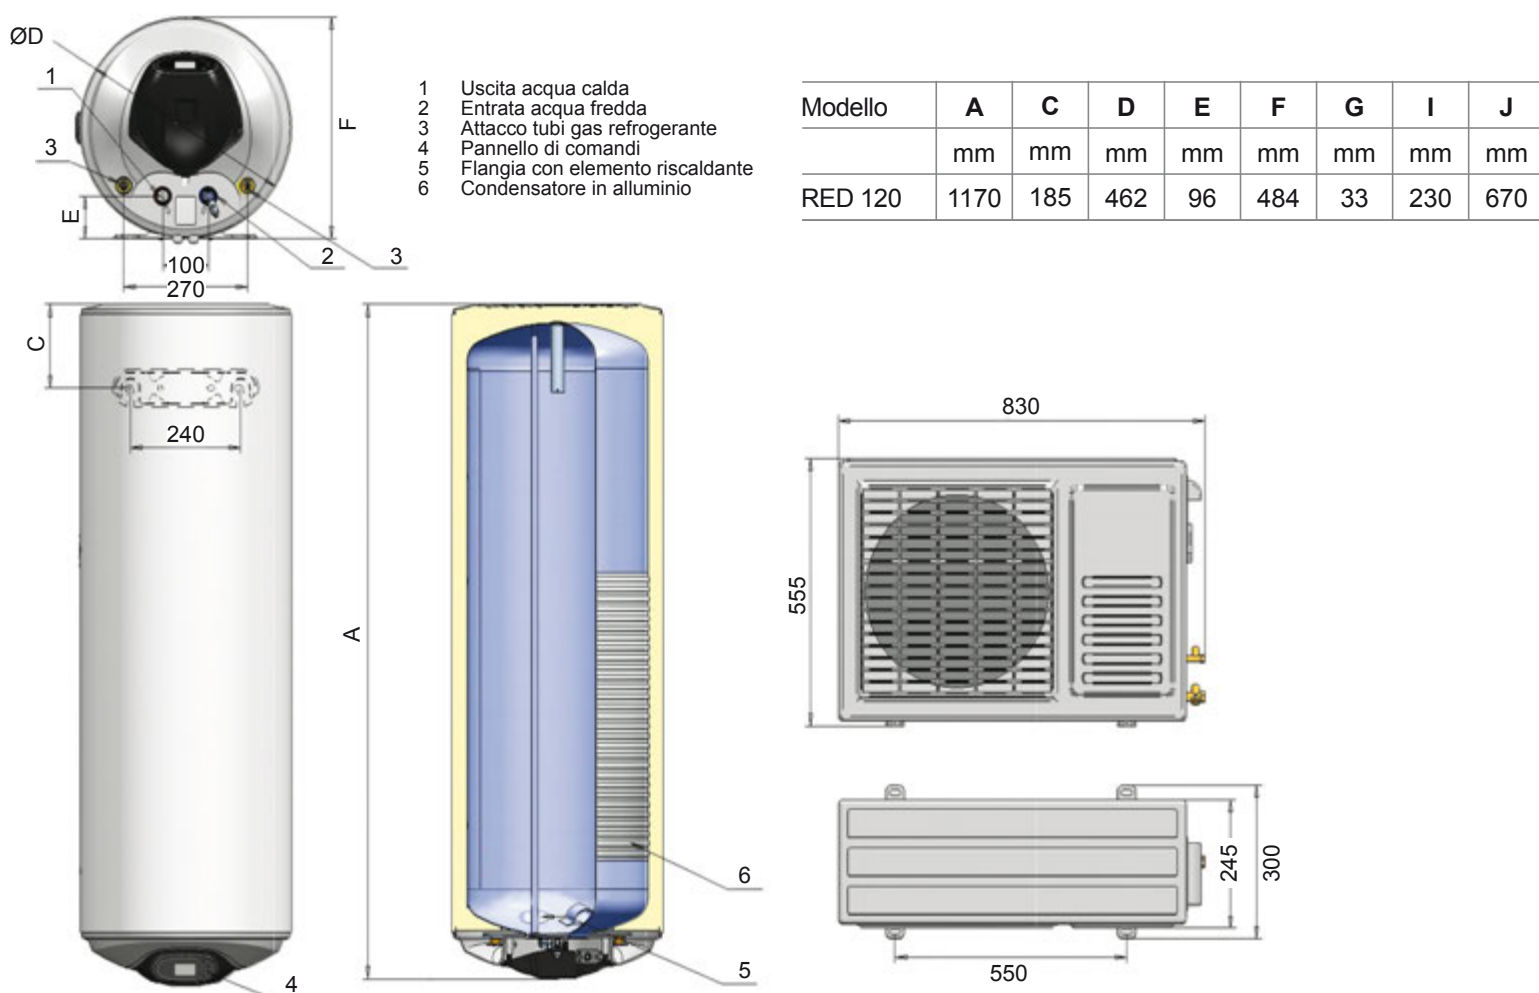

Fig.1
Nella Tabella 1, Fig. 1 e sulla targhetta posizionata sul corpo del Vostro apparecchio troverete i parametri tecnici degli scaldabagni.
a) Selezionare la parete della migliore posizione con lo spazio sufficiente per facilitare il lavoro relativo all'installazione ed alla manutenzione del corpo esterno (fig. 1).
c) Il corpo esterno deve essere montato in assoluto in orizzontale. (fig. 1).